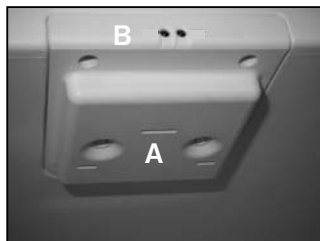
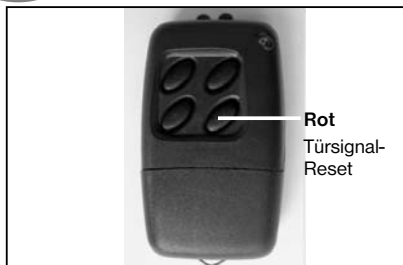

Abbildung 6.
Abbildung 9.
Kühleinheit nicht einwandfrei ist und/oder der Kühlschrank nicht waagrecht steht. Kontrollieren Sie bitte diese, dann starten Sie nochmals den Kühlschrank, indem Sie die Fernbedienung (Abbildung 9) direkt nach dem Sensor der Türöffnung richten und die schwarze Taste drücken, oder ziehen Sie den Stecker aus der Steckdose für mindestens 10 Sekunden heraus, dann stecken Sie ihn wieder ein. Es startet neu das Gerät und es wird wieder funktionieren. Wenn das permanente Blinken zurückkommt, dann gibt es ein wirkliches Problem mit der Kühleinheit, und Sie müssen den Kontakt zu dem Dometic Service aufnehmen.
### 6.1.1. Innere LED Beleuchtung (gekühltes Fach) (Abb. 6.)
2. Setzen Sie anschließend das Türsignal zurück, indem Sie die Fernbedienung (Abb. 9.) auf den Türsensor richten und die rote Taste drücken (Abb. 6 B).